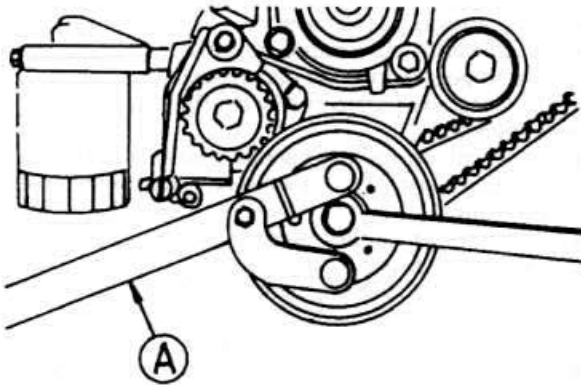

Рис. 2.26
- ♦ Закрепите приспособление 15-030 А (рис. 2.26).